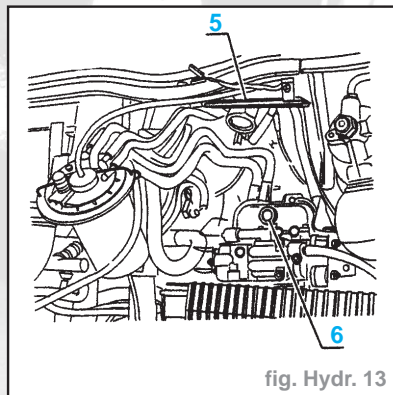

fig. Hydr. 13
- Placer correctement les tubes (5) à l'arrière du réservoir (fig. Hydr. 13).
- Engager le pied du réservoir dans le guide (6) (fig. Hydr. 13).